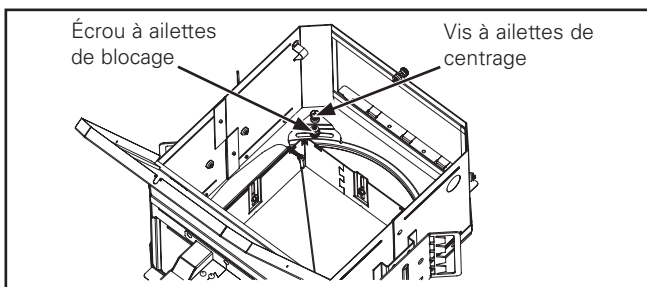
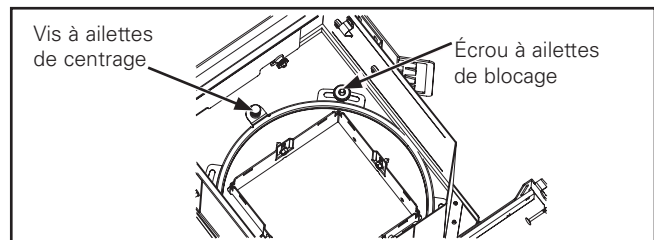

Figure 1.
Figure 2.
1. Si un ajustement de l'alignement de rotation du collier est nécessaire, desserrez la vis à ailettes de centrage et l'écrou à ailettes de blocage du collier (Figure 1.). Pour utiliser le RA4X4 avec le boîtier P406TAT/P408ICAT, la vis à ailettes de centrage et l'écrou à ailettes de blocage doivent se trouver à deux endroits différents (Figure 2.). Tournez le collier afin de le mettre dans la position souhaitée, puis resserrez l'écrou à ailettes de blocage. Ne resserrez pas la vis de centrage du collier une fois que vous avez changé le disque de rotation de position.